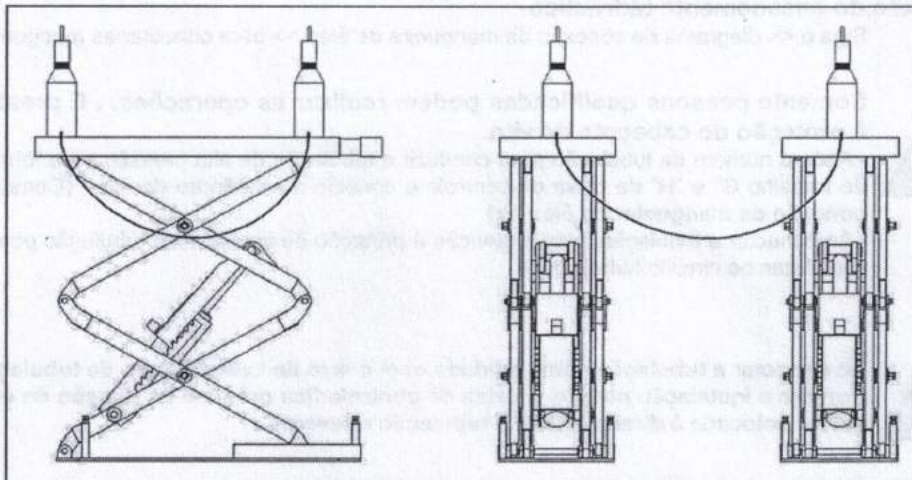

Figura 21
- Se o desnível da plataforma for um desnível básico, use um bloco de ferro para preencher o lado mais baixo (**Figura 21**)